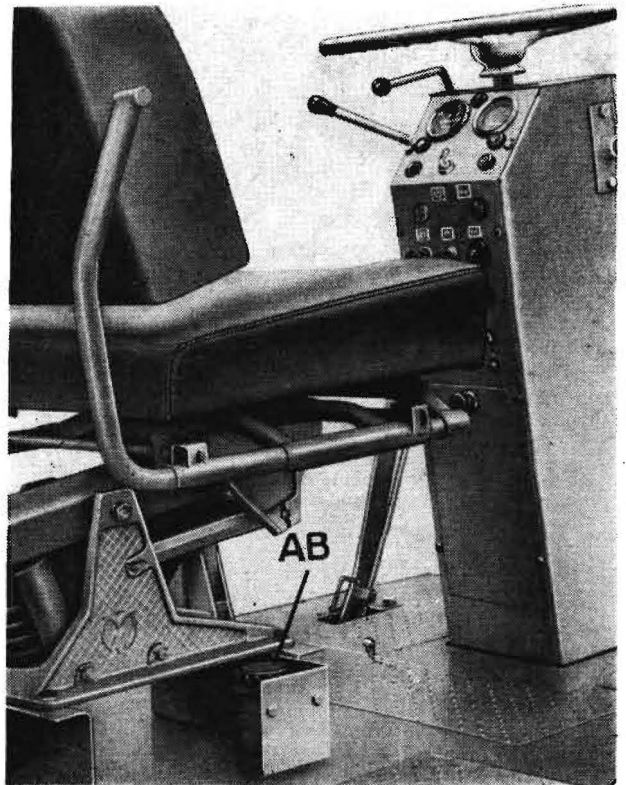

Bild 4/25
- Bremspedal durchtreten, bis Flüssigkeit blasenfrei aus dem Schlauch austritt. Dabei Flüssigkeitsstand von 10 mm im Bremsflüssigkeitsbehälter AB nicht unterschreiten (Bild 4/25).